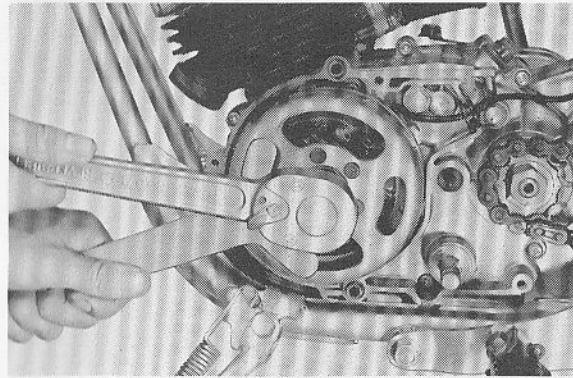

Fig. 3-1-16
2. Remove flywheel securing nut using magnet holding tool (90890-01031) and note the position and direction of the washers. (Fig. 3-1-16)
2. Enlever l'écrou fixant le volant en utilisant la clé de maintien (90890-01031), et noter la position et l'orientation des rondelles. (Fig. 3-1-16)